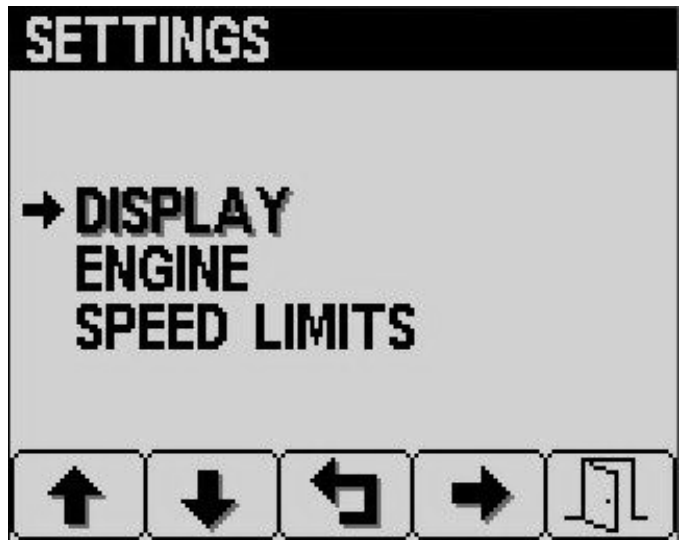

Figura 12
3. Dalla schermata Settings (impostazioni), premete il pulsante 4 per selezionare Display (Figura 12).